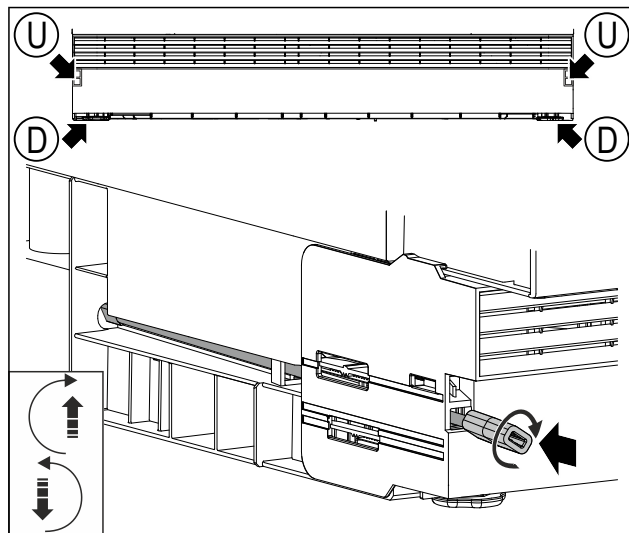

Fig. 43 Reprezentare exemplificatoare
- Introduceți bara cu piesa adaptatoare în deschizătura Fig. 43 (U).